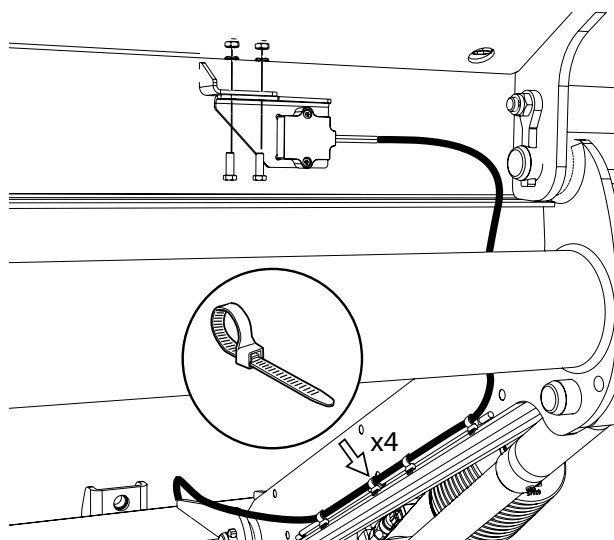

Bild 57. Montering Inklinometer
1. Montera inklinometern på plattformen, använd medföljande skruvar, muttrar och brickor och fäst kabeln med buntband, se Bild 57.